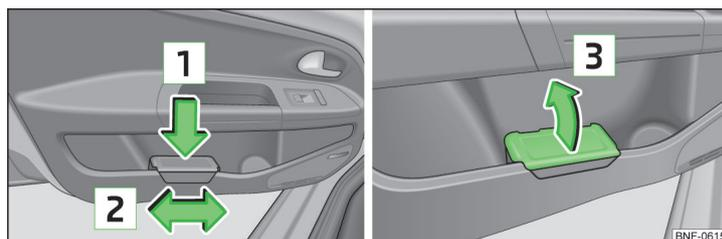

Fig. 54 Poubelle : insérer et déplacer / ouvrir
- Enfoncer la poubelle dans la partie arrière dans le sens de la flèche **1** » fig. 54.
- Retirer la poubelle dans le sens contraire à la flèche **1** » fig. 54.
- Soulevez le cache dans le sens de la flèche **3** » fig. 54.